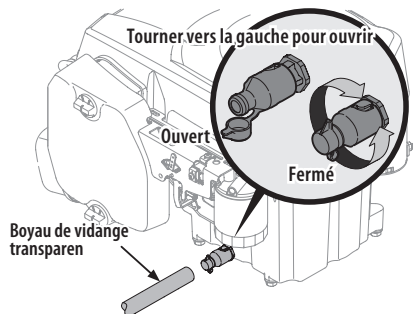

Figure 33
4. Retirez le capuchon protecteur de la soupape de vidange. Voir Figure 33.